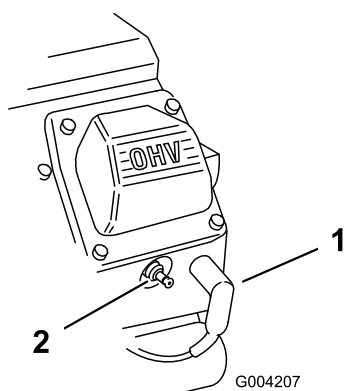

Figura 46
2. Desconecte los cables de las bujías (Figura 46).
3. Conecte los cables a las bujías (Figura 46).